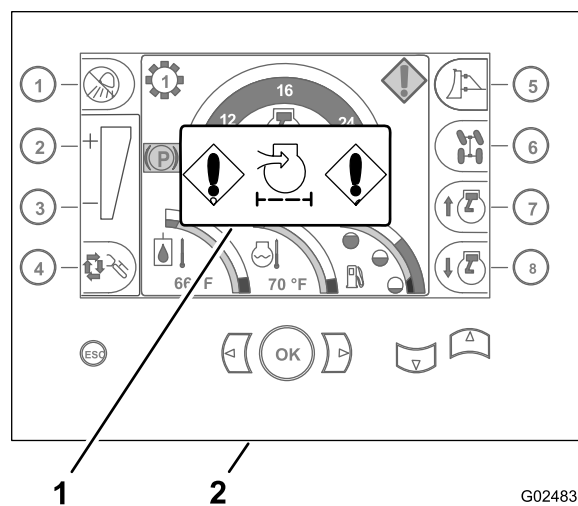

Рисунок 27
2. Проверьте индикатор засорения воздухоочистителя на главной странице дисплея центра управления (Рисунок 27).